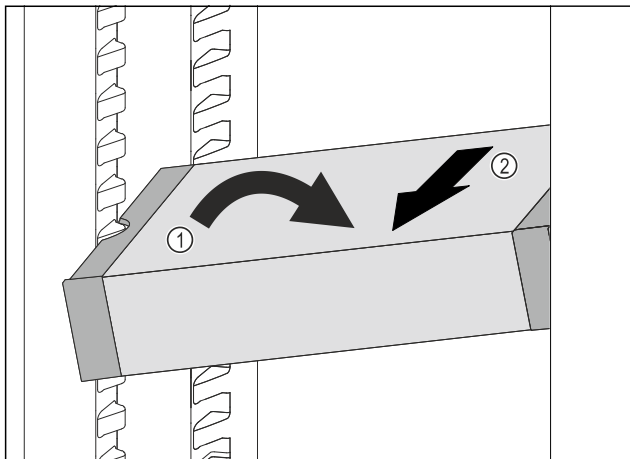

Fig. 103
- ▶ Poziționați oblic VarioSafe în frigider. Fig. 103 (1)
- ▶ Extrageți VarioSafe spre înainte. Fig. 103 (2)